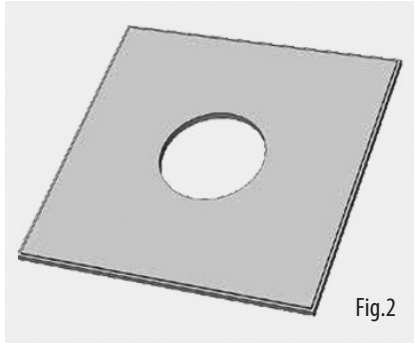
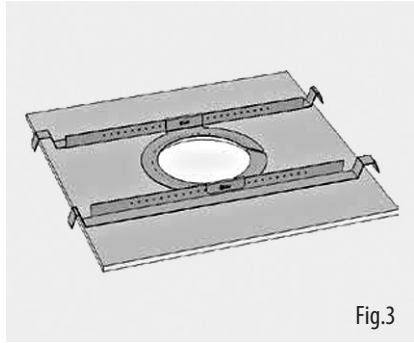

Fig.2
Fig.3
2. 丸鋸またはパッドソーを使用して、天井タイルに穴を開けます。(図 2) Cリングとタイルブリッジを天井パネルの上に置き、Cリングを穴に合わせ、付属の固定具を使用してCリングをタイルブリッジにねじ込みます。(図 3)
2. パッドソーを使用して天井の穴を切り取り、リングを天井にスライドさせて切り抜き穴に合わせます。(図 2)
パワードрайバーを使用する場合、Tannoy は、1.5Nm のトルク設定を推奨しています。(図 2) **締めすぎないでください!**
3. パッドソーを使用して天井の穴を切り取ります。(図 2)
パワードрайバーを使用する場合、Tannoy は、1.5 Nm のトルク設定を推奨しています。(図 3) **締めすぎないでください!**
2. アンプへの接続には、ピン 1 と 2 を使用します (図 2)。
4. CVS 4 Micro (EN54) には、15 W の変圧器が取り付けられています。分散型ラインシステムで使用する場合、変圧器は 15 W、7.5 W、および 3.75 W でタップでき、70 V ラインシステムではさらに 1.9 W のタップが可能です。(図 3)